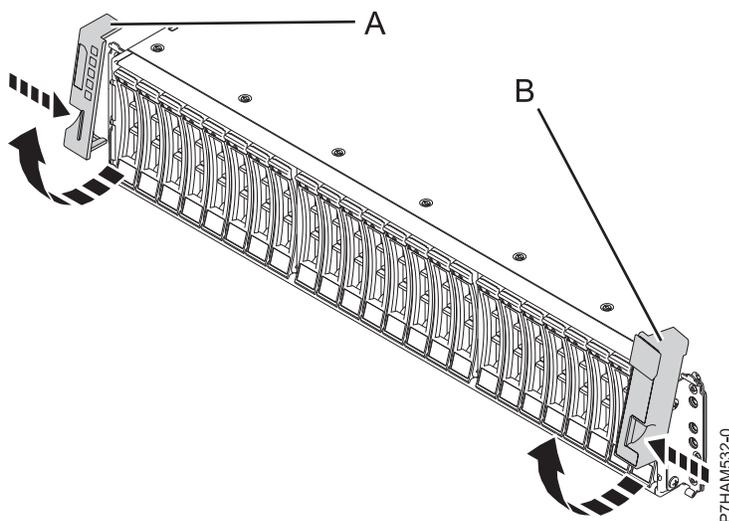

Figura 1. Removendo as tampas laterais
3. Na parte frontal do rack, remova a tampa lateral esquerda (**A**) e a tampa lateral direita (**B**) para mostrar os suportes de montagem. Pince a liberação para girar a tampa para cima e para fora do flange do chassi, conforme mostrado na Figura 1.